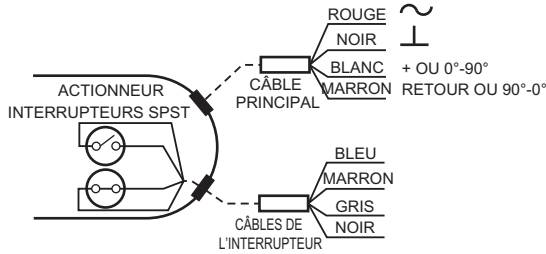

Fig. 11. Détails de l'installation du câble.
Certains modèles comprennent des interrupteurs auxiliaires. Voir la Fig. 11 pour les détails de câblage.
- Branchez l'alimentation aux fils d'alimentation et neutre. (Voir la Fig. 11 et le Tableau 3.)
- Envoyez le signal de commande d'ouverture ou de fermeture complète de l'actionneur. (Voir la Fig. 11 et le Tableau 3.)
- (0)2-10 V CC : envoyez un signal de 10 V CC au fil de commande (BLANC).
- 10-(0)2 V CC : envoyez un signal de 0(2) V CC au fil de commande (BLANC).
- (0)4-20 mA : envoyez un signal de 20 mA au fil de commande (BLANC).
- 20-(0)4 mA : envoyez un signal de 0(4) mA au fil de commande (BLANC).
- Envoyez le signal de commande de position 0 % de l'actionneur. (Voir la Fig. 11 et le Tableau 3.)
- (0)2-10 V CC : envoyez un signal de 0(2) V CC au fil de commande (BLANC).
2. Branchez l'alimentation aux fils d'alimentation et neutre. (Voir la Fig. 11 et le Tableau 3.)